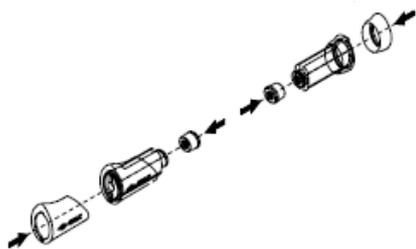

Рис.11
- 10) Установите соединительные заглушки и удлинительные вставки с резьбовыми втулками на оба конца ручки-штанги, применяя при этом минимальные усилия (Рис.11).